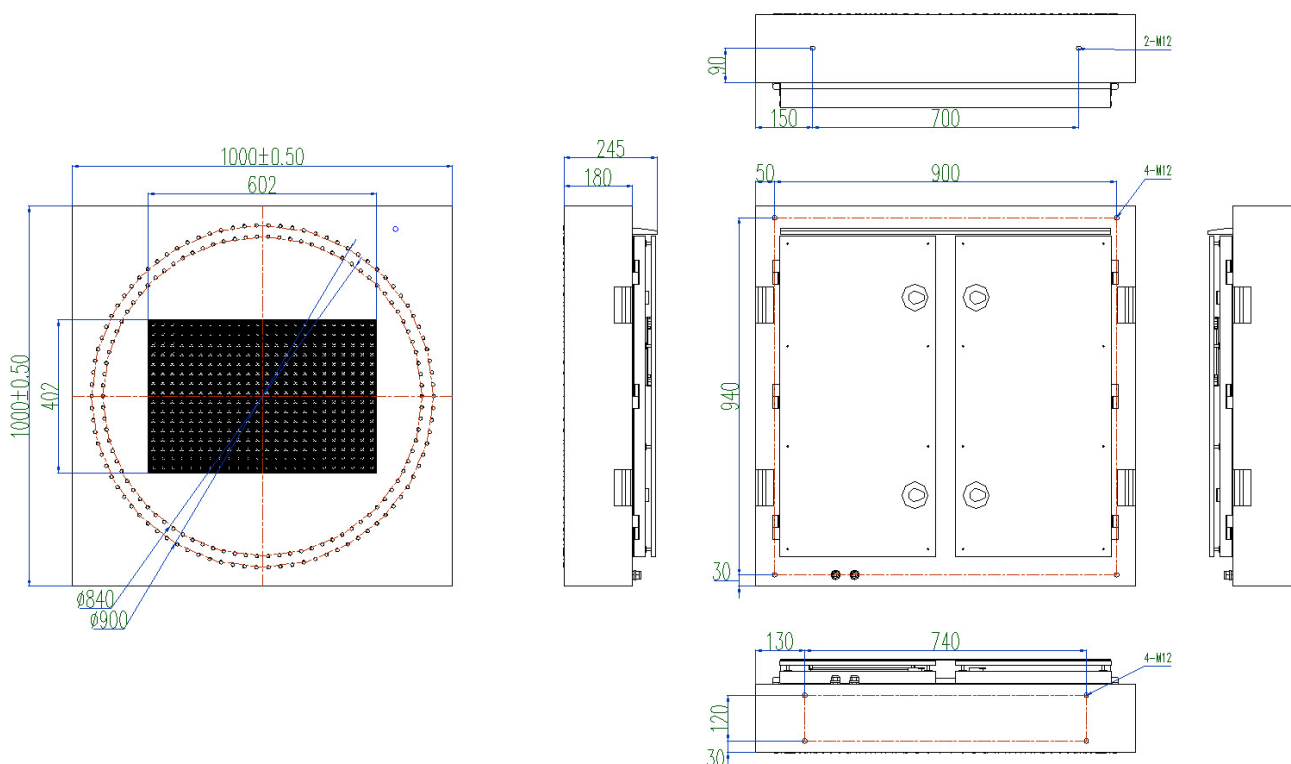

Рис.1. Внешний вид и основные размеры ZOS R25W-090090
1.3.3. Изделие (см. Рис.1) представляет собой металлоконструкцию квадратной формы. К корпусу изнутри крепятся четыре узла светодиодных цепочек, образующие окружность, узел матрицы, блоки питания и узлы управления - контроллер YHT-SYS-STM32-05_3, узел коммутации светодиодов окружности T-SYS-ONOFF-01_03 и узел коммутации матрицы YHT166084_LJB.